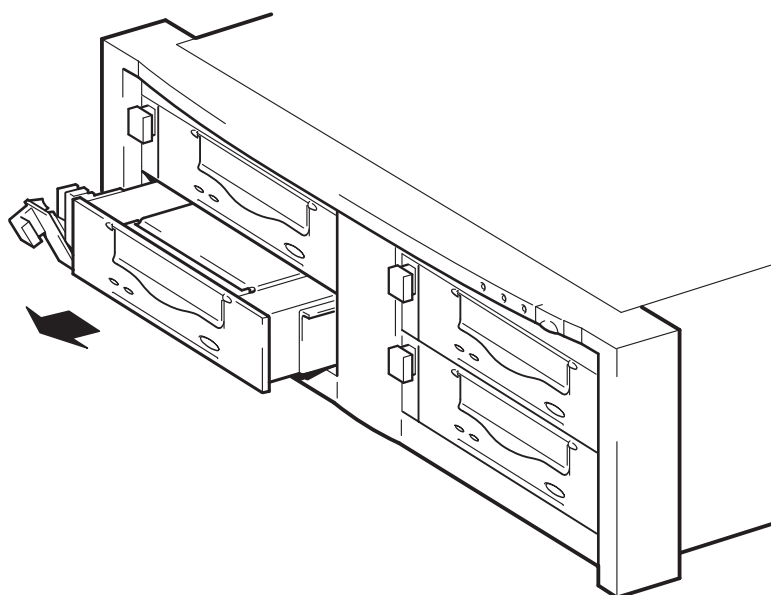

Figura 9b: extracción de la unidad
- 2** Empleando la palanca de extracción, tire de la unidad con cuidado y firmemente para extraerla de la unidad de cintas múltiples. (Véase la figura 9b.)